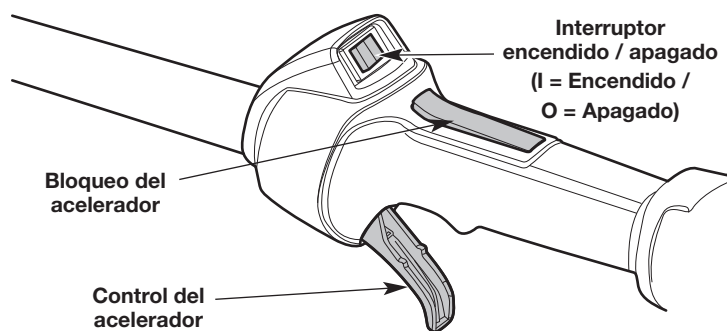

Fig. 11
NOTA: No hay necesidad de encender la unidad. El interruptor de Encendido/Apagado debe estar en la posición **Encendido (I)** en todo momento (Fig. 11).
3. Oprima y mantenga apretado el bloqueo del acelerador (Fig. 11). Apriete y mantenga oprimido el control del acelerador (Fig. 11).
2. Oprima y mantenga apretado el interruptor de encendido/apagado en la posición **Apagado (O)** hasta que el motor se pare por completo (Fig. 11).